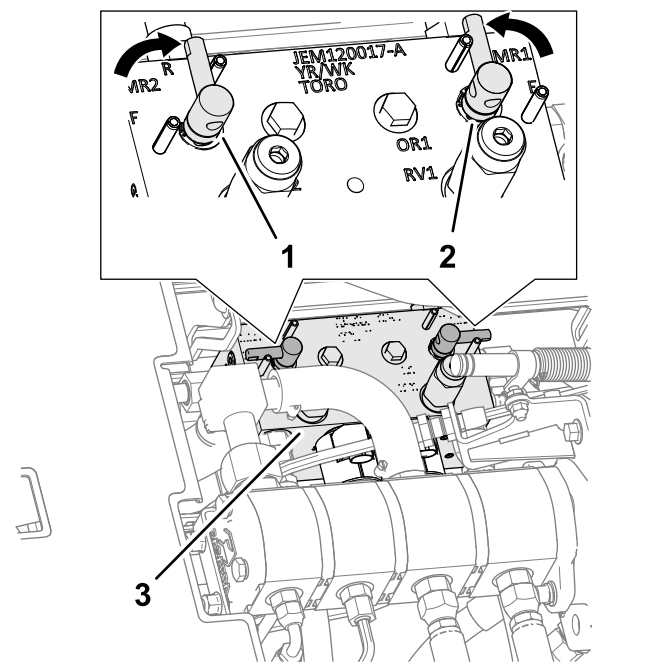

Figura 106
4. Desbloqueie e levante o banco para expor o manípulo do cortador (Figura 106).
5. Mova as alavancas de retificação para a posição R (retificação) (Figura 106).